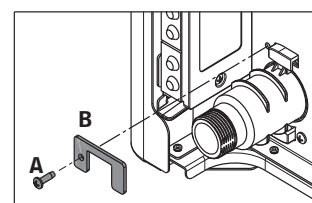

fig. 4
- Svitare la vite (A) e rimuovere la piastrina (B) come indicato in fig. 4